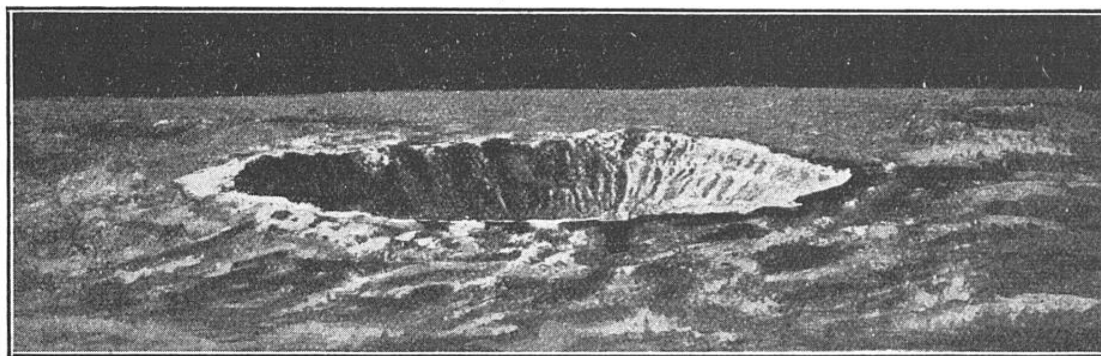

FIG. 3. — VUE D'ENSEMBLE DU METEOR CRATER DU CANYON DIABLO (ARIZONA, ÉTATS-UNIS)
L'exemple le plus topique des effets produits par la chute d'un gros aérolithe, a été découvert en 1891, dans une région plate de l'Arizona, découpée par des gorges très encaissées, et, en somme, très semblable à nos causses cévenoles : là, au milieu d'une plaine à peu près stérile, se creuse une excavation circulaire (fig. 3) d'environ 1.200 mètres de diamètre ; le fond, presque plat, est à 130 mètres au-dessous du niveau général,
*On voit nettement quelques cratères dont quelques-uns ressemblent étrangement, comme forme, au Meteor Crater du Canyon Diablo creusé par une météorite et représenté figure 3.*